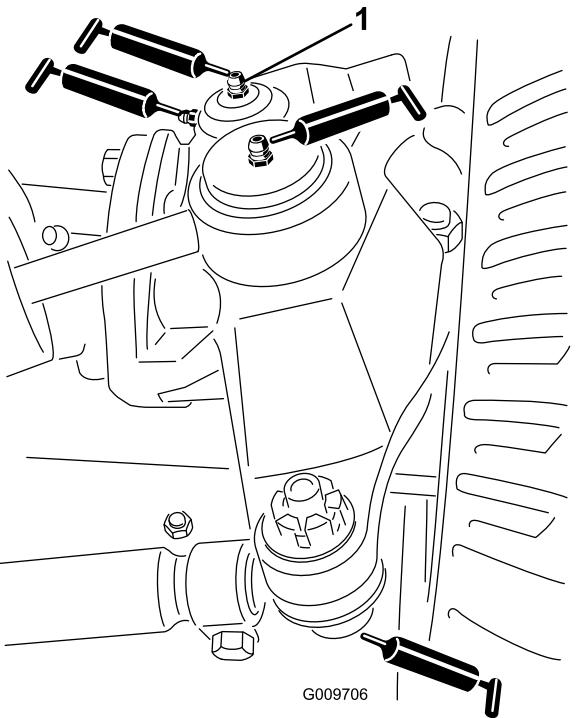

図38
- 図38に示す、ステアリングシリンダのボールジョイント2ヶ所
- 図38に示す、タイロッドのボールジョイント2ヶ所
- 図38に示す、キングpinのブッシュ2ヶ所